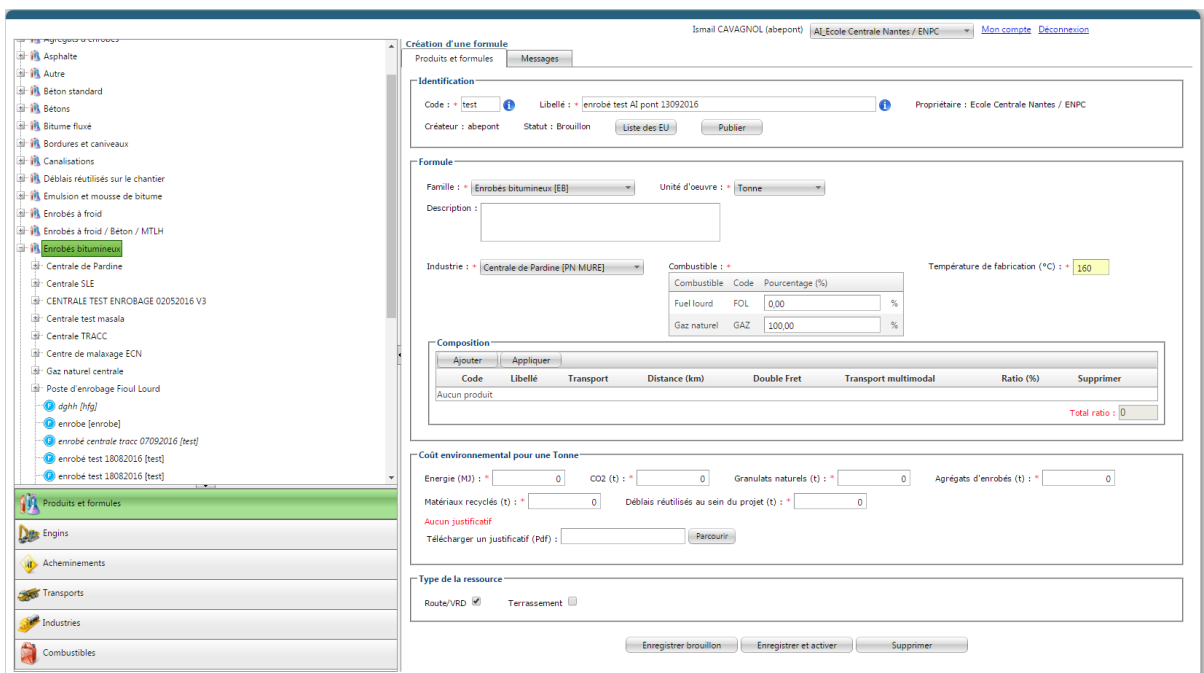

Figure 26 – Champs à renseigner pour la création d'une formule d'enrobé
- 5- Choisir la famille : « Enrobés bitumineux » (Figure 26)